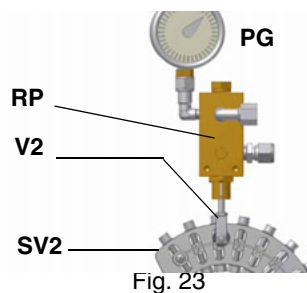

Fig. 23
- 10 per ottenere la portata massima dell'olio regolare la pressione (leggendo il valore sul manometro PG), senza variare la portata d'aria stabilita durante la taratura in funzionamento a gas (vedi par. precedente): sempre controllando i valori di combustione, agire sulla vite del settore variabile relativo all'olio **SV2** (vd. Fig. 23) una volta raggiunta la posizione di alta fiamma.